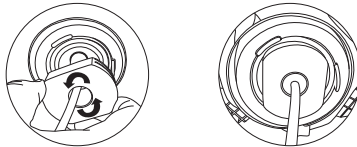

Bild 6
- Justera kylelementet till rätt position så att det inte går att rotera mer enligt Bild 6. Se till att luftintagskanalen för kylelementet inte är blockerad.